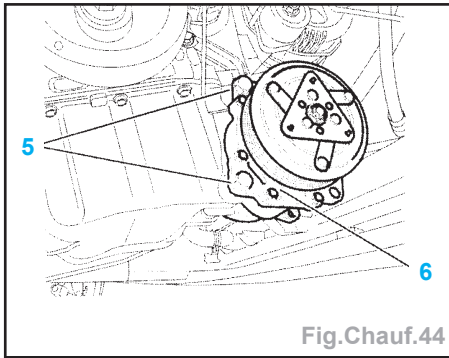

Fig.Chauf.44
- Déposer les 2 vis (4).
- Déposer (Fig.Chauf.44) :
- les 2 vis (5),
- le compresseur de réfrigération (6).